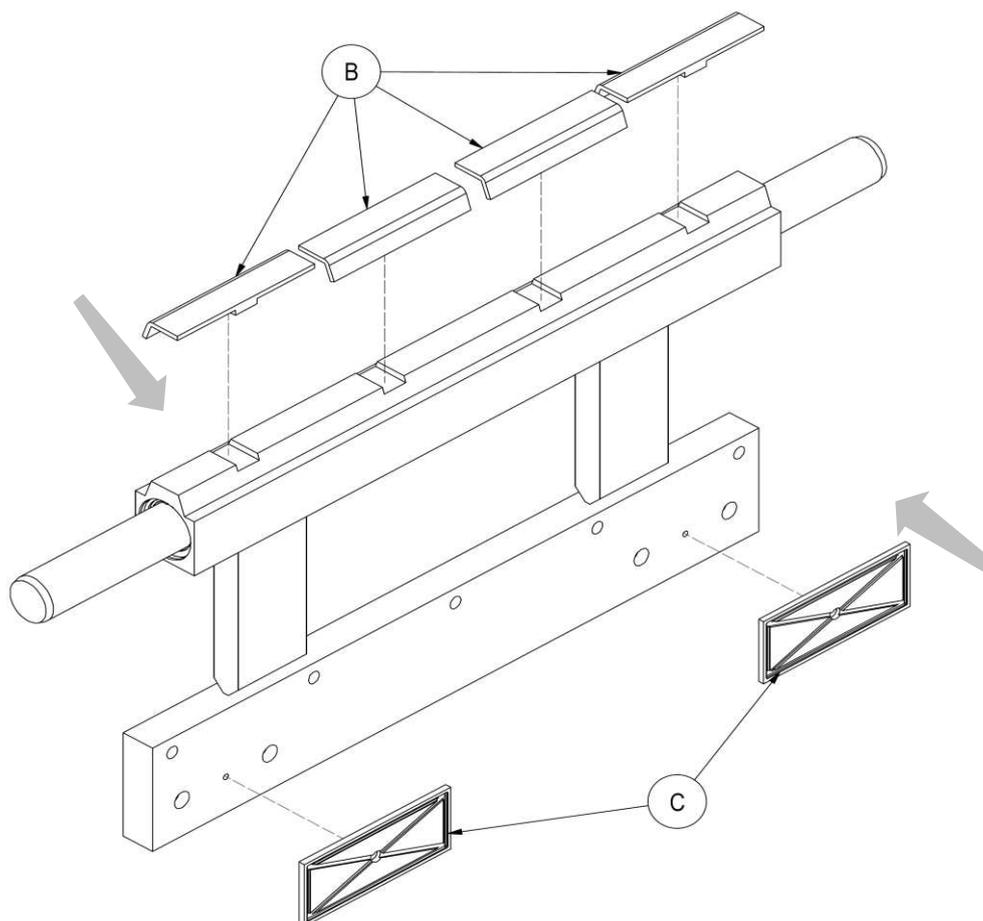

Figura 4
8. Montare le boccole di scorrimento **B** e i lardoni di scorrimento **C** nelle apposite sedi (vedi *Figura 4*).
9. Ingrassare la parte inferiore del corpo mobile, dove scorreranno i lardoni **C** (vedi *Figura 4*).